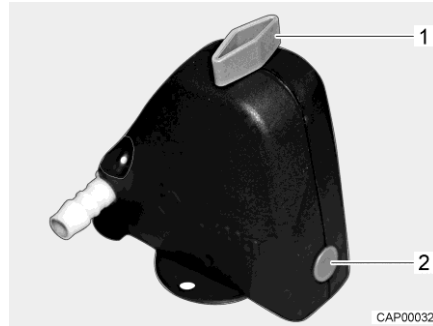
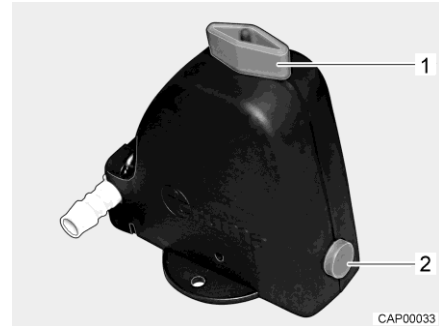

Bild 100 Sicherheits-/Ablassventil geschlossen
Bild 101 Sicherheits-/Ablassventil geöffnet
- Sicherheits-/Ablassventil (Bild 100) öffnen. Dazu Drehknopf (Bild 100,1) längs zum Sicherheits-/Ablassventil drehen. Der Druckknopf (Bild 100,2) springt heraus. Das geöffnete Sicherheits-/Ablassventil ist in Bild 101 dargestellt.